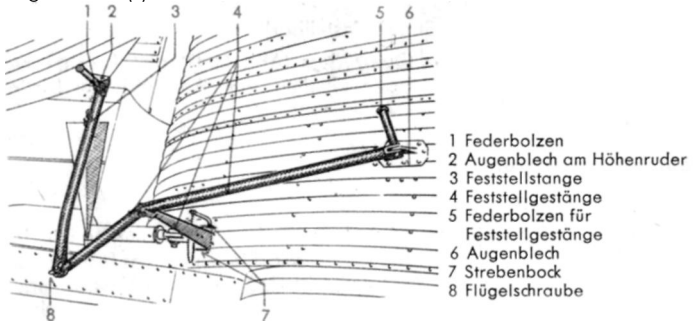

Abb. 6 Feststellung der Höhen- und Seitenruder
Die Feststellung der Höhenruder erfolgt mit der in Abb. 6 dargestellten Vorrichtung, die aus dem Federbolzen (1), der Feststellstange (3) und der Flügelschraube (8) besteht. Die Feststellstange (3) ist an der linken und rechten Seite anzubringen. Sie ist an dem einen Ende mit der
Die Feststellung des Seitenruders (Abb. 6) erfolgt nur auf der linken Seite mit einem Feststellgestänge (4). Dieses ist mit der Flügelschraube (8) an dem Rumpfende zu befestigen. Die mittlere Stange des Feststellgestänges (4) ist in den Strebenbock (7) gesteckt und mit einem Bolzen gesichert, während das Gabelstück mit dem Federbolzen (5) in das Augenblech (6) am Seitenruder einzurasten ist.